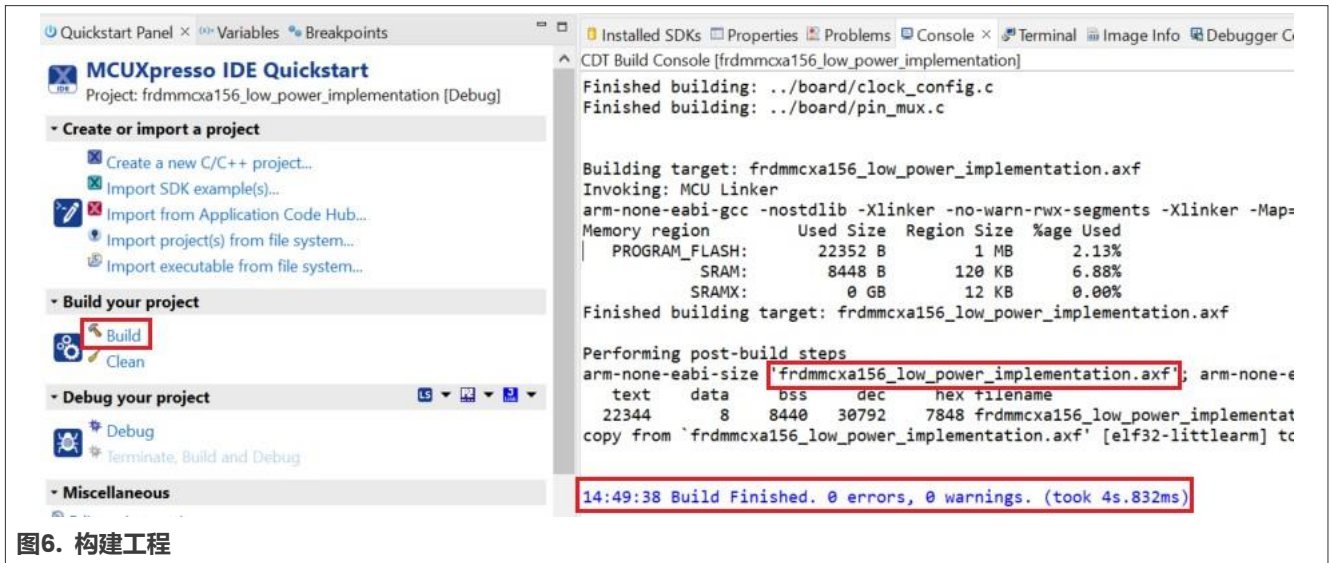

图6. 构建工程
1. 如图6所示，从工具栏中点击**Build**按钮，然后等待构建完成。